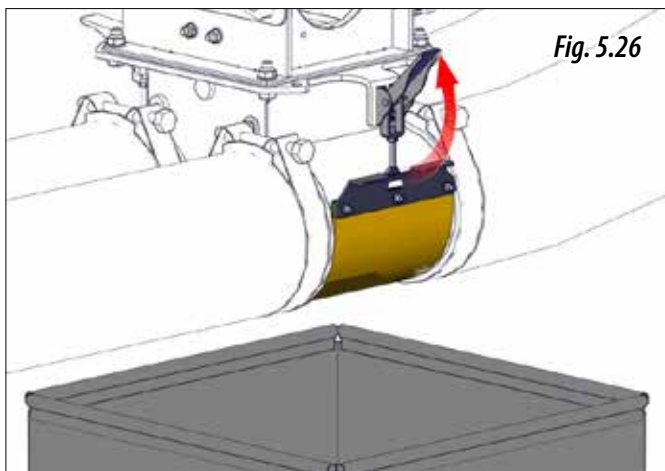

Fig. 5.26
**8-** Acționați asupra clemelor de fixare, câte una de fiecare parte a unității de dozare (Fig. 5.26).